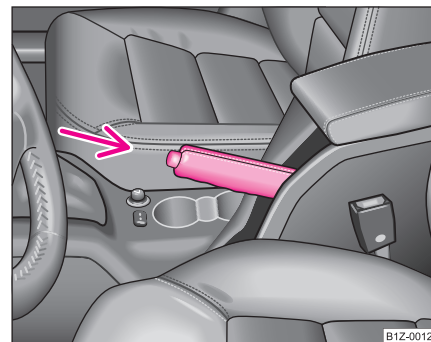

Fig. 130 Consola central: Freno de mano
- Tire de la palanca del freno de mano un poco hacia arriba y pulse **al mismo tiempo** el botón de bloqueo ⇒ fig. 130. ►